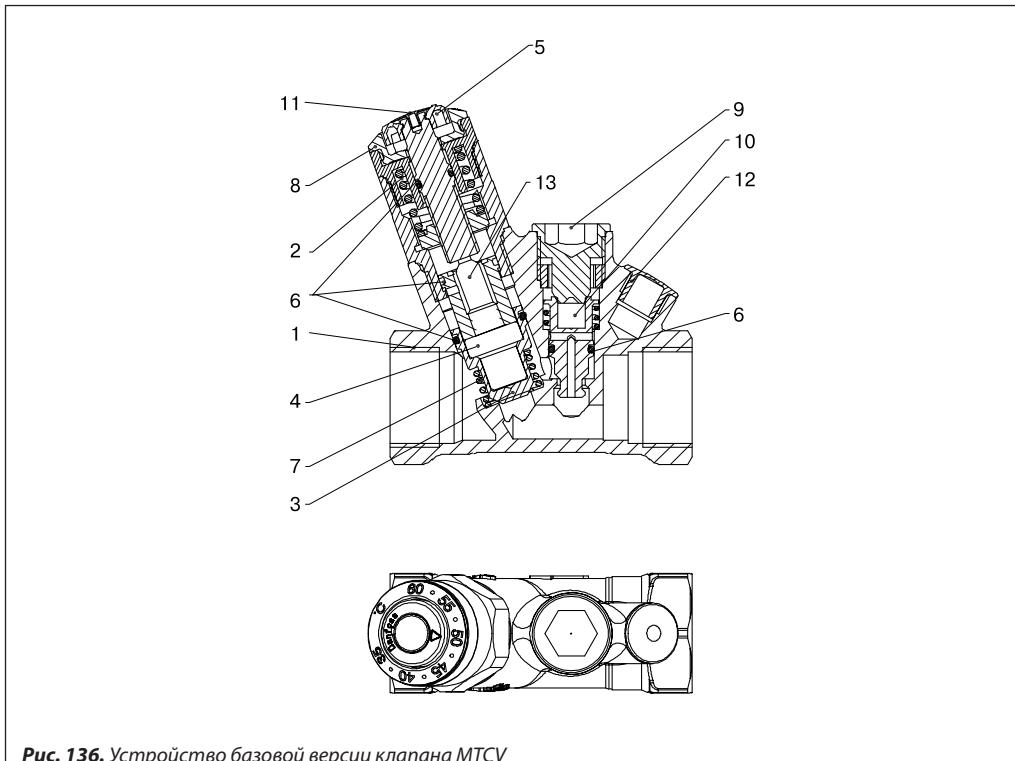

Рис. 136. Устройство базовой версии клапана МТСУ
Термоэлемент (4) (рис. 136) при изменении температуры воды воздействует на конус клапана (3).